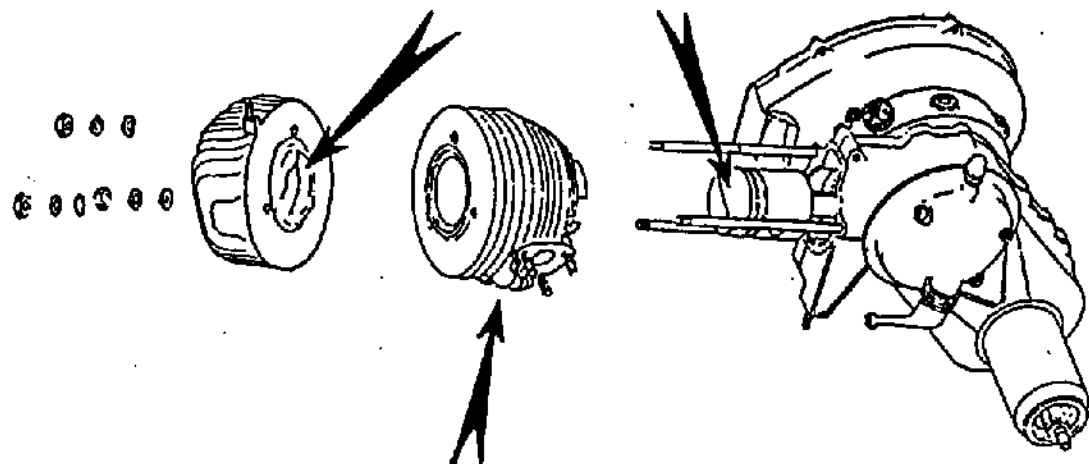

Fig. 14
5.° Desmontar el tubo de escape, la culata y el cilindro. Quitar las incrustaciones formadas en la culata, lumbreras y cabeza del pistón (ver fig. 14). Cuidar de que los residuos carbonosos no caigan en el interior del motor. Estas operaciones es conveniente que sean efectuadas por el Agente de venta o Taller autorizado.